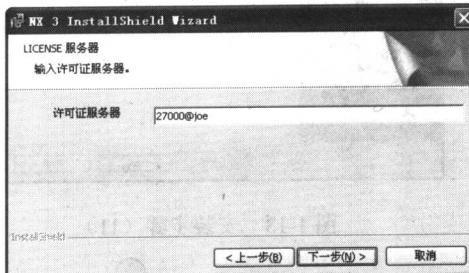

图 1-16 安装步骤 (14)
(21) 单击【下一步】按钮，由于前面已安装好服务程序，所以出现服务器验证提示，如图 1-16 所示。